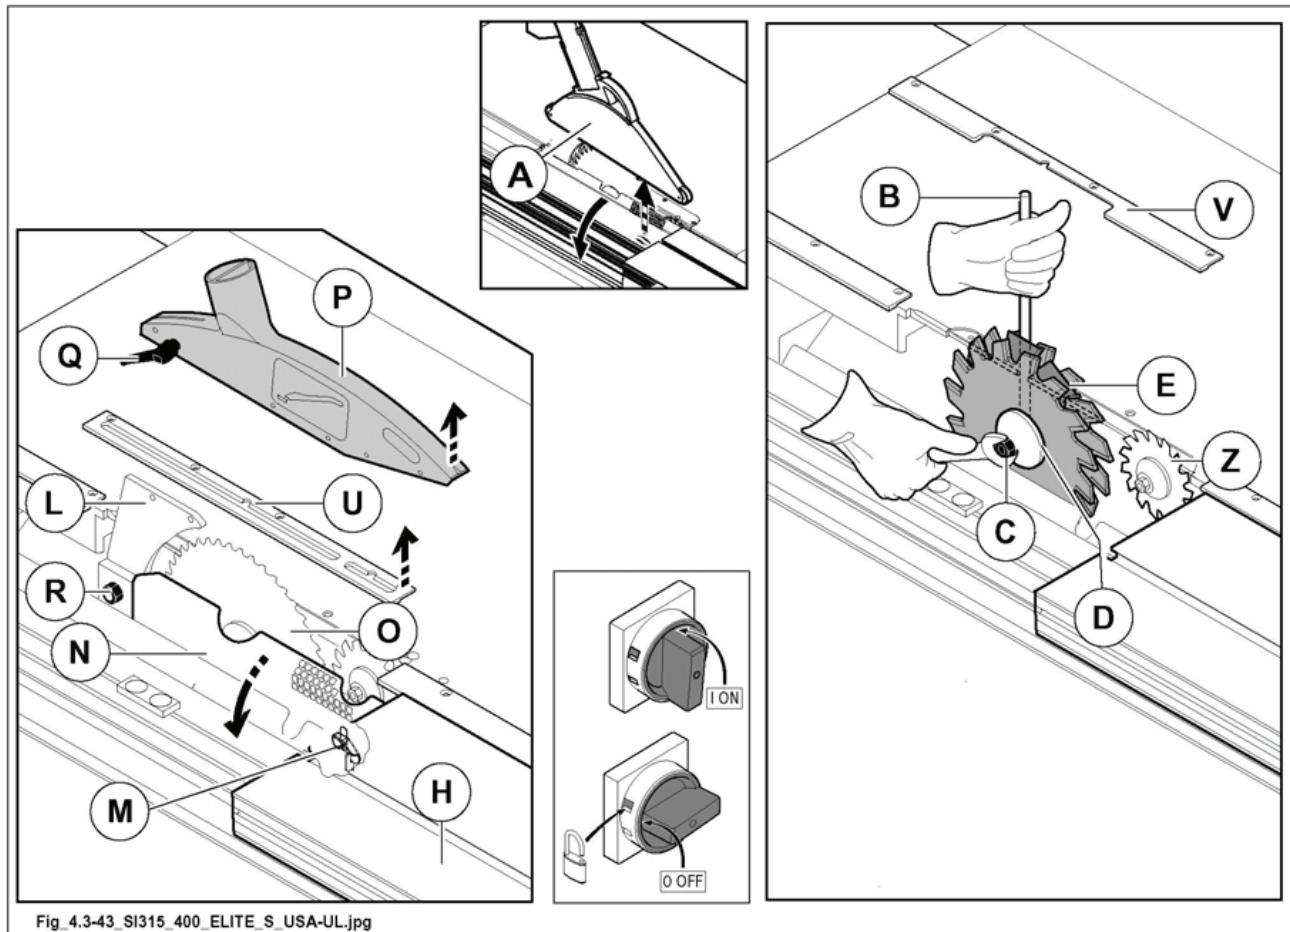

Рис. 4.3-43
- Установить последовательно пилы E (рис. 4.3-43), фланец D (рис. 4.3-43) и гайку С (рис. 4.3-43) (для предотвращения вибрации тщательно очистить пилы DADO SET и фланец D (рис. 4.3-43)).
- С помощью ключа на 24 мм и штыря В (рис. 4.3-43) затянуть гайку.
- Полностью опустить подрезную пилу Z (рис. 4.3-43), как описано в главе 6.
в целях безопасности необходимо закрыть кожух N (рис. 4.3-43), в противном случае:
Ограждение Р (рис. 4.3-43А) должно всегда находиться на своем месте и располагаться так, чтобы максимально закрывать инструмент.
- Разблокировать ручку (Е рис. 4.3-43А) и установить защитное устройство (Р рис. 4.3-43А), как указано на табличке (В рис. 4.3-43А).